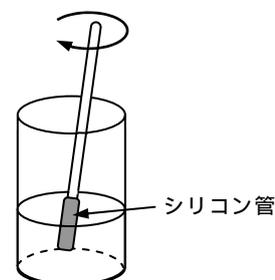

図 32 攪拌
- (イ) 攪拌棒の先にシリコン管をはめておくとガラス容器を割ったりすることがなく安全である。(図 32)